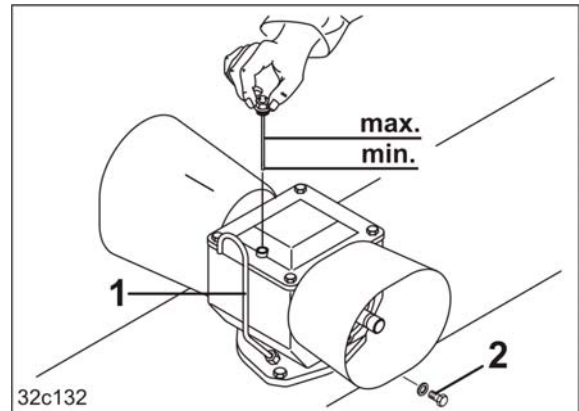

Fig. 176
Gearet har et udluftningsrør (Fig. 176/1).
3. Skru olieaftapningsskruen (Fig. 176/2) ud.